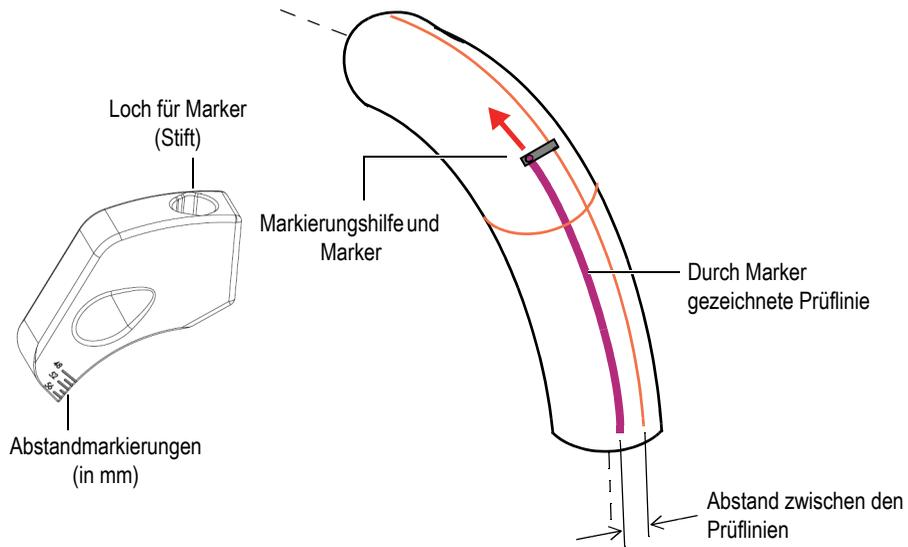

Abbildung 3-7 Zeichnen von Prüflinien auf einem Rohrbogen
- Halten Sie einen Marker (Stift) in das Loch der Markierungshilfe. Dann ziehen Sie anhand der Markierungslöcher eine Linie entlang der ersten Prüflinie und zeichnen Sie die nächste Prüflinie mit dem erforderlichen Index-Abstand (siehe Abbildung 3-7 auf Seite 34). Zeichnen Sie die restlichen Prüflinien auf diese Weise in Umfangsrichtung auf das Prüfteil.